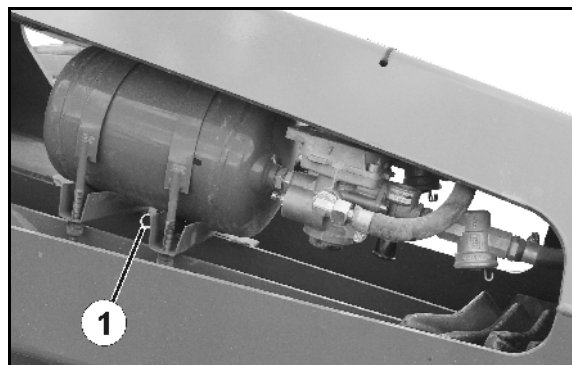

Bild 72
1. Dra i avtappningsventilens ring (Bild 72/1) åt sidan tills det inte kommer ut mer vatten från tryckluftsbehållaren.